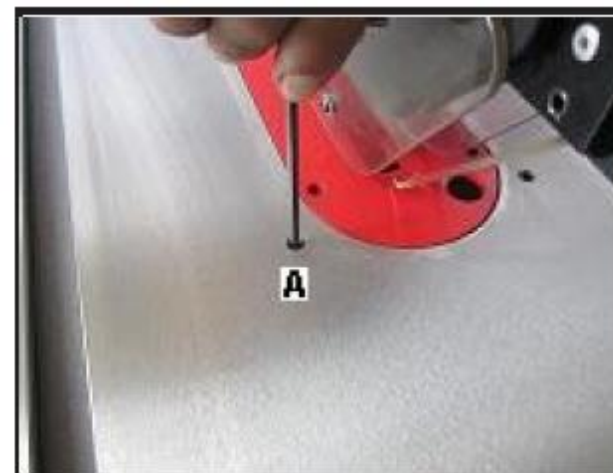

Рис. 27. Регулировка под 90° с помощью установочного винта
4. Если угол не соответствует, повернуть маховичок на один оборот по часовой стрелке. Ослабить установочный винт А, показанный на рис. 27, шестигранным ключом на 4 мм. Вращать маховичок до тех пор, пока дисковая пила не будет в положении под углом 90° к столу. Затянуть установочный винт А до упора.